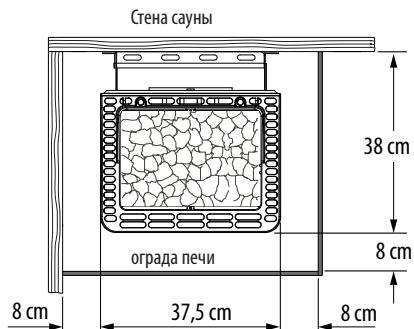

Рис. 2
- При установке печи сауны необходимо следить, чтобы горизонтальное расстояние (между боковыми сторонами) между печью и стенкой кабины составляло не менее **8 см** (рис. 2).